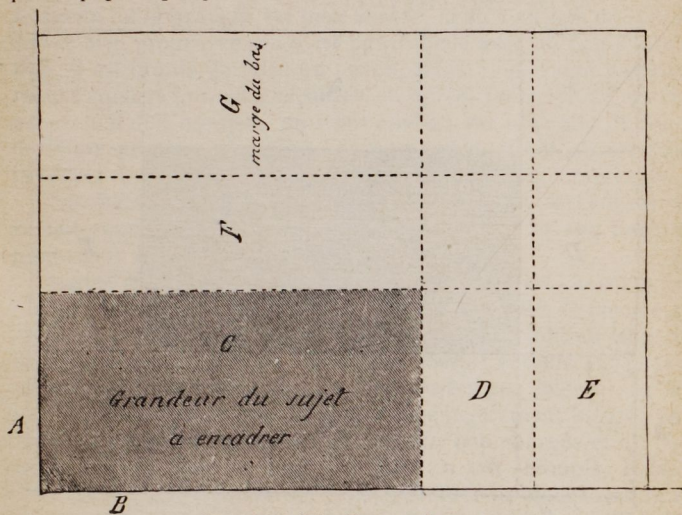

Fig. 22. — Coin d'un encadrement.
Sur une feuille de papier ou sur un carton (fig. 22), dont deux côtés (A et B) sont parfaitement d'équerre, on trace dans l'angle formé par A et B la dimension exacte du dessin (C); puis, après avoir calculé, suivant les principes que nous avons énoncés, la grandeur à donner aux marges, on trace cette grandeur deux fois pour chacune des marges de côté (D et E), et une fois pour la marge du haut (F); on l'augmente ensuite d'un tiers pour celle du bas et on la trace (G) au-dessus de la marge F. Le point de réunion des lignes G et E donne la grandeur exacte à laquelle il faut couper le carton.
Il faudra se rappeler la petite opération que nous venons d'indiquer (fig. 22 et 23), quand on voudra faire les passe-partout dont nous parlerons plus loin; elle servira à tracer à l'envers de la feuille de bristol l'ouverture à enlever; seulement, il sera nécessaire de faire le tracé d'un millimètre au moins plus étroit que la place occupée par le sujet, afin qu'il pose bien sur ce dernier et puisse le recouvrir sans en laisser voir les bords.